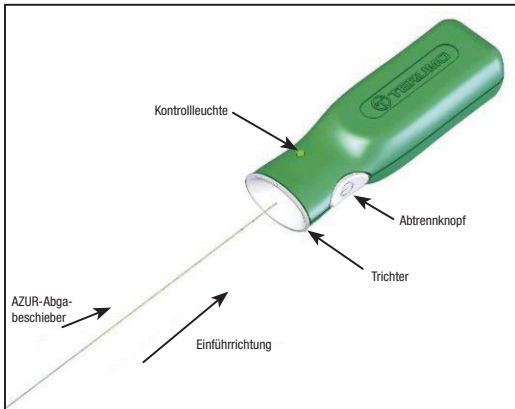

Abbildung 2 – AZUR-Abtrennregler
13. Vor der Verwendung des Produkts das proximale Ende des Abgabeschleibers aus dem Verpackungsband entfernen. Es ist darauf zu achten, dass dieses Ende des Abgabeschleibers nicht mit Fremdstoffen wie Blut oder Kontrastmittel verunreinigt wird. Das proximale Ende des Abgabeschleibers fest in den Trichterabschnitt des AZUR-Abtrennreglers einsetzen. Siehe Abbildung 2. Den Abtrennknopf zu diesem Zeitpunkt nicht drücken.
33. Das proximale Ende des Abgabeschlebers mit dem AZUR-Abtrennregler verbinden, indem das proximale Ende des Abgabeschlebers fest in den Trichterabschnitt des AZUR-Abtrennreglers eingeführt wird. Siehe Abbildung 2.